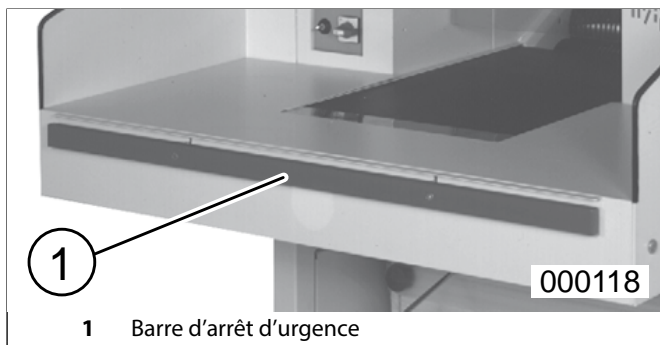
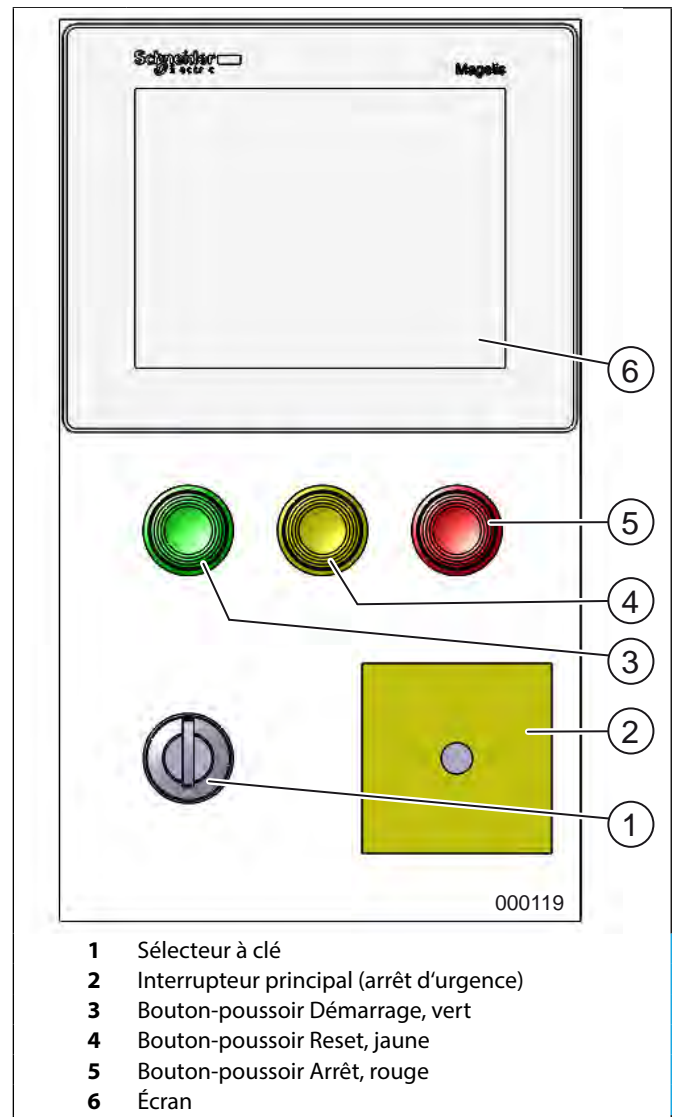

fig. 7 Barre d'arrêt d'urgence
fig. 8 Éléments de commande
4. Faire passer le câble de la barre d'arrêt d'urgence (fig. 7) dans le passe-câble situé vers l'avant dans la paroi gauche du coffret, ainsi que vers le bas, dans le passe-câble à vis de la boîte électrique. Brancher le câble d'après le schéma électrique (commutateur S1).
1. Débloquer la barre d'arrêt d'urgence (fig. 7) de la table du destructeur (tirer la barre) et enclencher l'interrupteur principal (fig. 8/2) (position „1“).
2. Tourner la clé (fig. 8/1) vers la droite.
3. Appuyez sur le bouton de démarrage vert (fig. 8/3).
Quatre écrans principaux (fig.8/6) vous assistent pour la commande de la machine.
4.4 Barre d'arrêt d'urgence (fig. 7/1)
Une pression sur cette barre d'arrêt d'urgence permet d'arrêter la machine si celle-ci, pour une raison quelconque, doit être stoppée le plus rapidement possible. Pour la remettre en marche, déverrouiller la barre (en la tirant en arrière) et enfoncer le poussoir « Avance mécanisme de coupe » (fig. 8/3).
1. Mettre l'interrupteur principal (fig. 8/2) en position « 1 ».
2. Mettre la clé fournie dans le sélecteur à clé (fig. 8/1) et la tourner vers la droite.
- Le commutateur de verrouillage (fig. 8/1) est déverrouillé (clé tournée vers la droite).
- L'interrupteur général (fig. 8/2) est enclenché (position « 1 »).